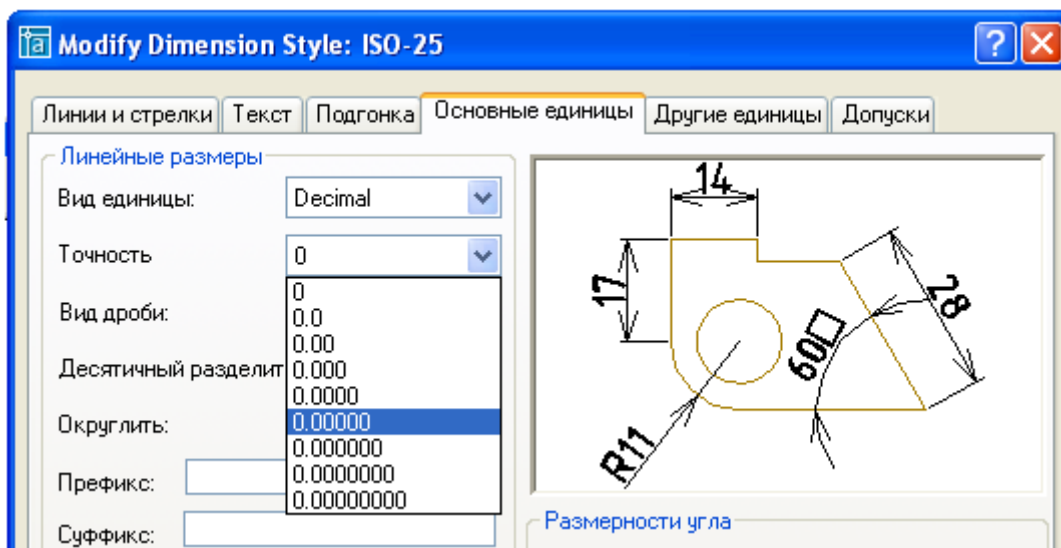

Рис. 40. Выбор точности размеров
10. Щелкнуть на вкладке **Основные единицы** и в открывшемся диалоговом окне (Рис.40) раскрыть список **Точность** и выбрать точность 0.